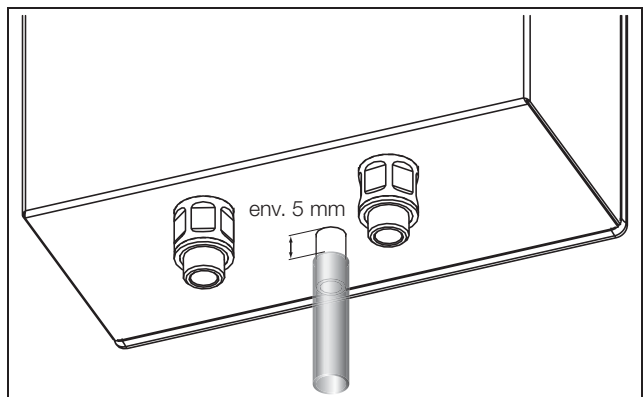

Fig. 8 : Raccorder le tuyau d'évacuation des condensats
- Enfiler un tuyau flexible approprié (Ø 12 mm, 1/2") sur le raccord des condensats conformément à la fig. 8 (au bas de l'appareil).
Pour un nettoyage aisé, il faut respecter une distance de 5 mm entre le tuyau et la face inférieure de l'habillage (fig. 8).